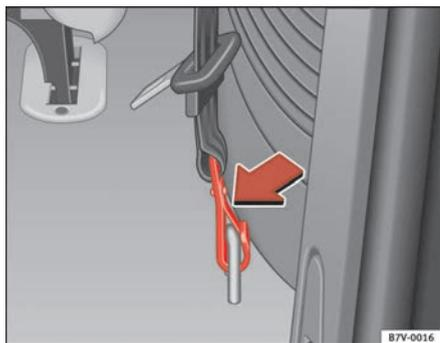

Fig. 18 Occhiello di aggancio con moschettone
- Tenendone premuta la sicura ⇒ fig. 18 nel senso indicato dalla freccia, sganciare il moschettone tirandolo verso il basso.